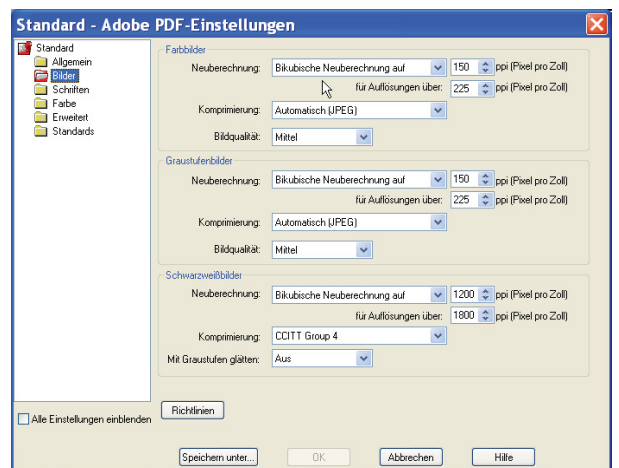

Abb. 6-4: PDF-Stil Standard
Besonders wichtig ist hierbei die Rubrik BILDER (Abb. 6-4). Die dort getroffenen Festlegungen hinsichtlich Auflösung, Komprimierungsmethode und -grad wirken sich auf die Qualität der Pixelbilder und somit die Speichergröße der PDF-Datei aus. Deshalb muß sorgfältig erwogen werden, für welchen Verwendungszweck die PDF-Datei bestimmt ist.
PDF-Stil *Standard* (Abb. 6-4)
▶ Mit BEARBEITEN kann der vordefinierte Stil geändert und so für die Pixelbilder die Auflösung sowie Art und Stärke der Komprimierung, das Einbetten von Schriften, Sicherheitseinstellungen u.a.m. individuell festgelegt werden (vgl. Abb. 6-4).